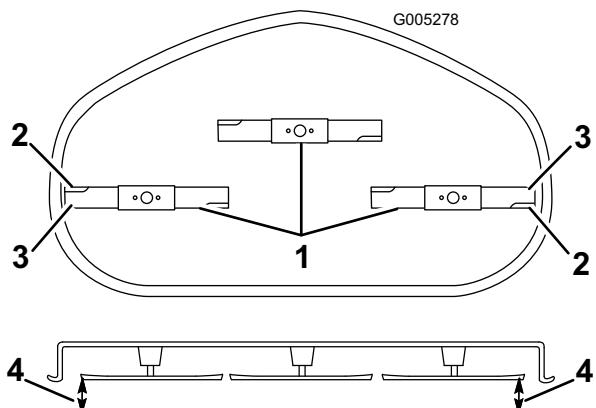

Figure 38
5. Tournez prudemment les lames pour qu'elles soient parallèles dans le sens transversal (Figure 38). Mesurez la distance entre les tranchants extérieurs et le sol plat (Figure 38). Si les deux mesures diffèrent de plus de 5 mm (3/16 pouce), un réglage s'impose. Poursuivez la procédure.
6. Mesurez la distance entre les tranchants extérieurs et le sol plat (Figure 38). Si les deux mesures diffèrent de plus de 5 mm (3/16 pouce), un réglage s'impose. Poursuivez la procédure.